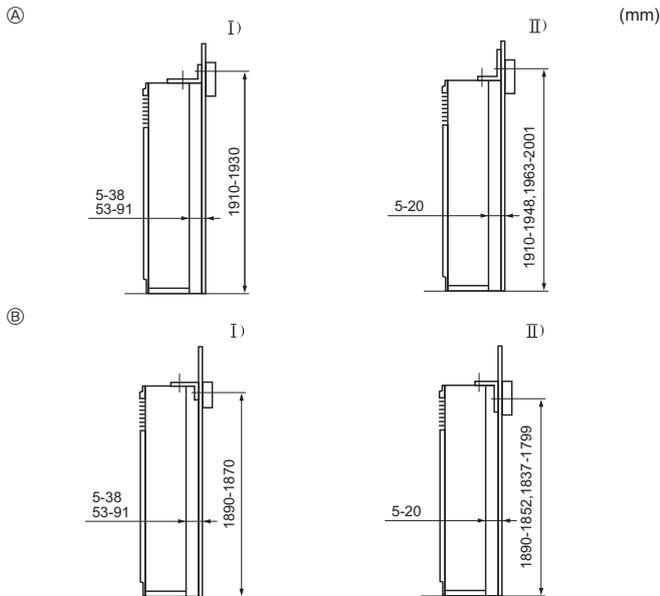

Fig. 3-3
- ① Klammer, die das Umkippen verhindert
Die Klammer, die das Umkippen verhindert ①, ist auf der Oberseite der Anlage angebracht. Die Blechschauben ② entfernen und die Klammer wie in der Abbildung dargestellt wieder anbringen. Angaben über richtige Einbauabstände siehe Fig. 3-3.
- ② Schraube
- E Die Schraube ② entfernen und das Gitter zum Abnehmen nach vorne ziehen.
3.3. Montage der Klammer, die das Umkippen verhindert (Fig. 3-3)